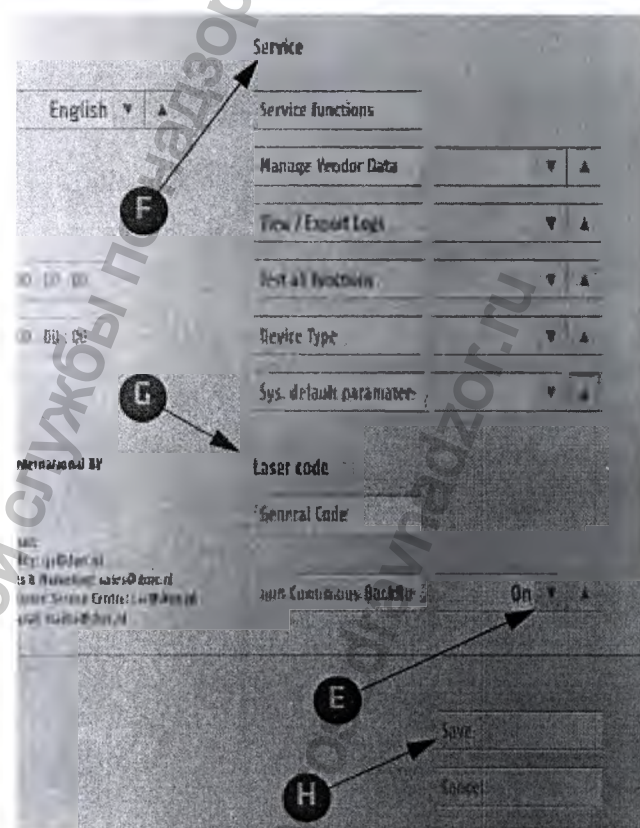

Рис. 120: Сохранение системных настроек
1. ПРОМЫВКА ОБРАТНЫМ ПОТОКОМ (рис. 120). С помощью клавиш со стрелками [E] изменяйте параметр промывки обратным потоком ON/OFF